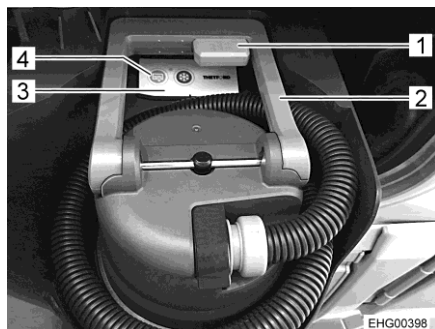

Fig. 153 Module de vidange
Le module de vidange (Fig. 153) permet de vidanger les réservoirs à eaux grises et noires en même temps. Les toilettes, le réservoir à eaux grises et celui à eaux noires sont simultanément automatiquement rincés.
- Tirer la poignée (Fig. 153,2) du module de vidange vers le haut.
- Appuyer sur la touche (Fig. 153,1) de la poignée (Fig. 153,2) pour ouvrir le module de vidange.
- Appuyer sur la touche de vidange bleue (Fig. 153,4) sur le panneau de commande (Fig. 153,3). La vidange commence.
- Attendre que les eaux usées aient été entièrement pompées. La vidange est terminée quand la touche de vidange bleue (Fig. 153,4) n'est plus allumée.
- Appuyer de nouveau sur la touche (Fig. 153,1) pour fermer le module de vidange.
- Replier la poignée (Fig. 153,2).
▷ Il est possible que le module de vidange soit encore ouvert s'il n'est pas possible de replier la poignée. Dans ce cas, appuyer de nouveau sur la touche (Fig. 153,1).